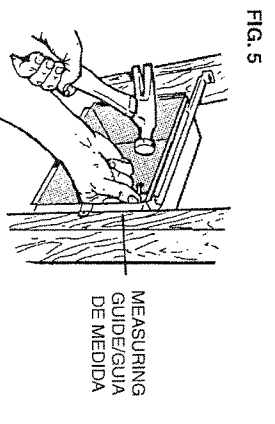

FIG. 5
2. Use measuring guide on side of housing to position housing so that it will be flush with finished wall. Drive two (2) nails through the holes in side of housing and into stud. (FIG. 5)
2. Use la guía de medida en el costado de la caja para colocar esta a nivel con la pared terminada. Clave dos (2) clavos pasándolos por los agujeros al costado de la caja y en la viga. (FIG. 5)
2. Use la guía de medida en el costado de la caja para colocar la caja a nivel con la pared terminada. Clave dos (2) clavos pasándolos por los agujeros al costado de la caja y en la viga. (FIG. 5)